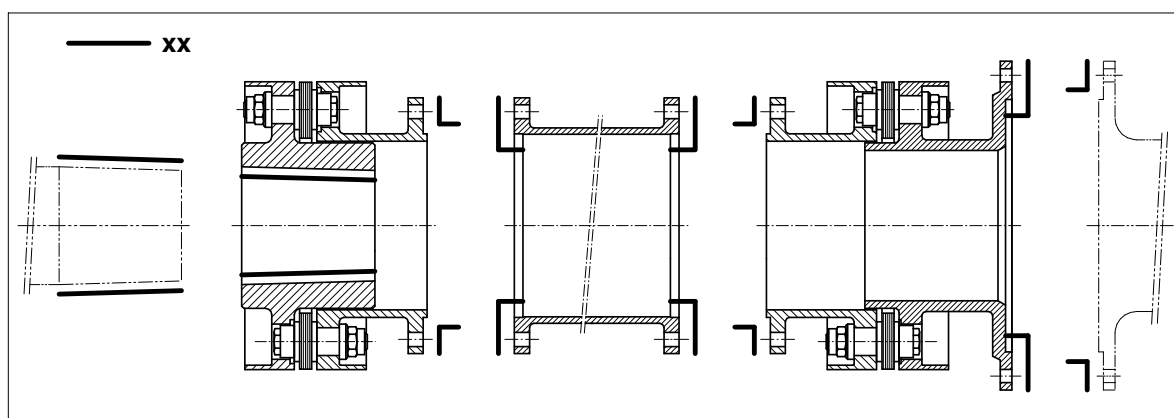

Bild 19: Vorbereitung der Oberflächen
- Vor Beginn der Montage sind die **Anlageflächen aller Kupplungsteile** und der **kundenseitigen Anschlussflansche** sowie die **Wellenenden** und **Nabenbohrungen** von jeglichem Rostschutzmittel zu befreien und sorgfältig zu reinigen (siehe Bild 19).